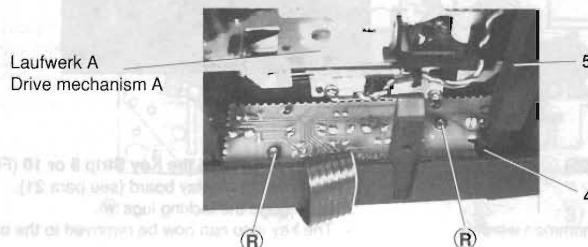

Fig. 21
**18. Netzschaltertaste ausbauen** (Fig. 21)
**18. Removing the Power Switch Button** (Fig. 21)